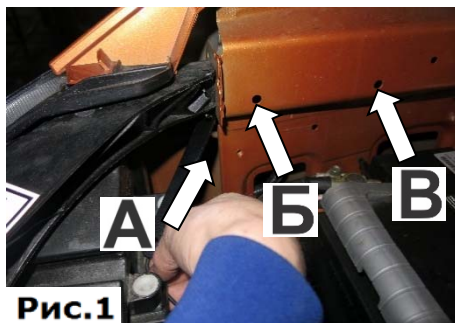

Рис.1
1. Установить две планки закладные в нижнее отверстие А с пассажирской стороны, чтобы резьба была видна в отверстиях Б и В, (Рис.1).